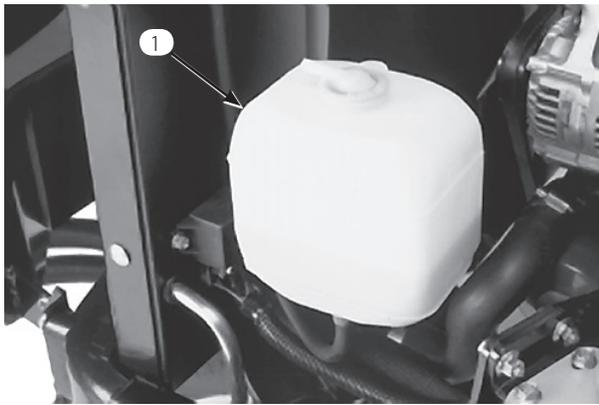

図 15
1. 補助タンクの冷却水量を点検する(図15)。エンジンが冷えた状態で、タンク側面についている2本の線の間であれば適切である。